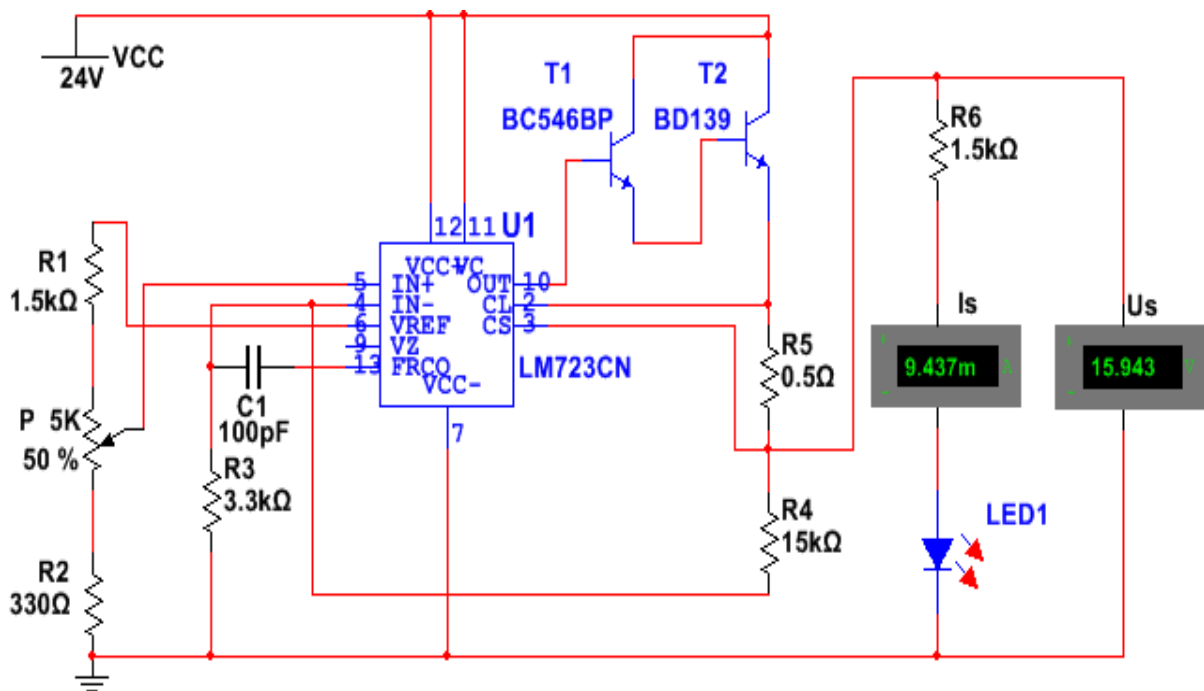

Figura 3.20 Stabilizator de tensiune cu circuitul integra LM 723. $U_s = 4 \dots 22 \text{ V}$
1. Realizează cu simulatorul schema electronică din **figura 3.20**;
3. Realizează pe placa de probă montajul schemei din **figura 3.20**;